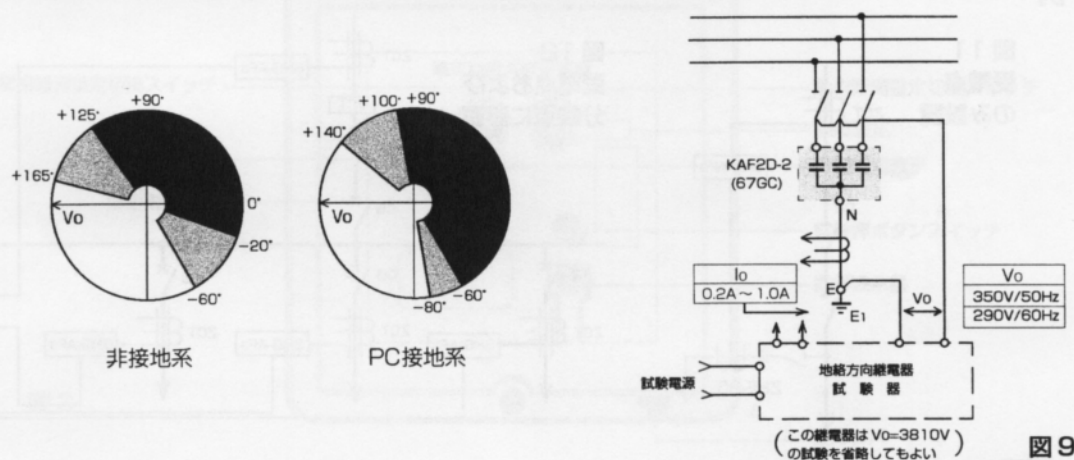

図9
2. 零相基準入力装置の高圧側端子に図9に示す方法で基準入力電圧 (V_0)を印加して位相特性試験を行なう場合は、 I_c と V_0 の位相角度に 90° の違いがあります。位相特性は下図のようになります。